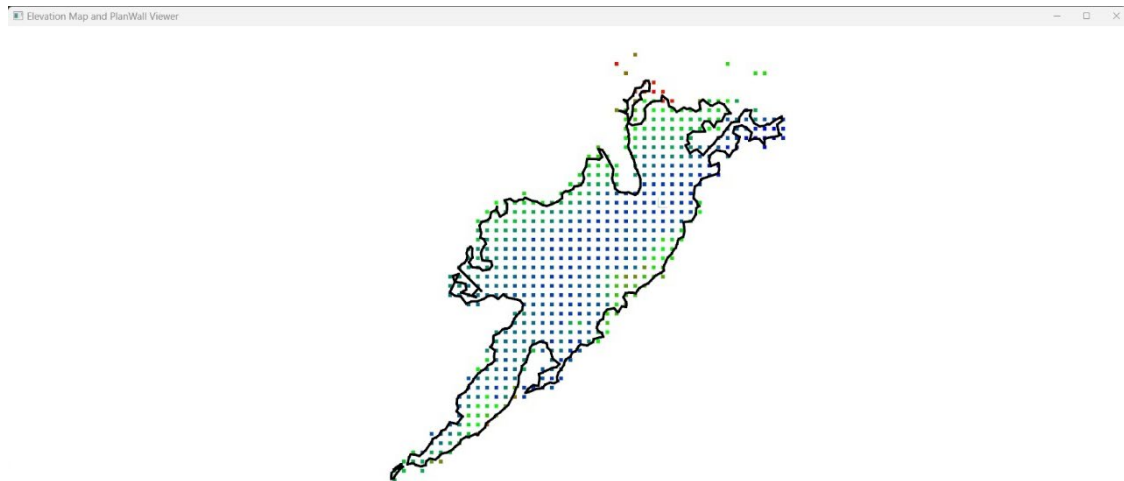

図 60 洞壁のクラスタとエレベーションマップを統合して表示させたウィンドウ
- ⑤ FPS RTC では点群の粗密度に関わらず満遍なく点をサンプリングすることで、ダウンサンプリングを行っている。処理に時間がかかるため、コンソールにプログレス表示がある。
- ⑥ MapViewer RTC で表示されるウィンドウでは, 図 60 の様に WallDTC RTC と Contour RTC から受け取った洞壁のクラスと洞床の高低差を表すエレベーションマップを可視化することができる。MapViewer RTC の Configuration ポートの DataLoadOption で点群データの表示方法で "One_at_a_Time" を選択すると, WallDTC RTC と Contour RTC のデータを可視化するウィンドウが一つずつ表示される。"SameTime" を選択すると二種類のデータを統合して一つのウィンドウで可視化することができる。この時, Switching で選択した内容のデータを次のウィンドウに表示させることが出来る。現在開いているウィンドウを閉じると Configuration ポートを再読み込みする。SameTimeViewerClosed を "true" にするとウィンドウを閉じてても, 次のウィンドウが表示されなくなり, 処理が終了する。